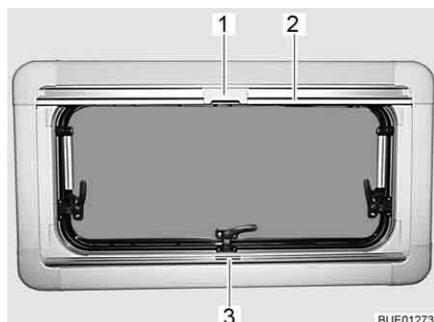

Fig. 100 Finestra apribile
- Afferrare la tendina oscurante pieghevole per la parte centrale della barra di presa (Fig. 100,3), tirarla dal basso verso l'alto e rilasciarla nella posizione desiderata. La tendina oscurante pieghevole rimane in questa posizione.
- Tirare la zanzariera a rullo accompagnandola con la barra di presa (Fig. 100,2) verso il basso, fino a quando la barra di presa non arriva a contatto con la tendina oscurante pieghevole (Fig. 100,3).
- Bloccare l'aggancio (Fig. 100,1) della zanzariera a rullo nella barra di presa della tendina oscurante pieghevole.
- Premere in alto all'indietro l'aggancio (Fig. 100,1) sulla zanzariera a rullo.
- Ricodurre lentamente la zanzariera a rullo accompagnandola con la barra di presa (Fig. 100,2).